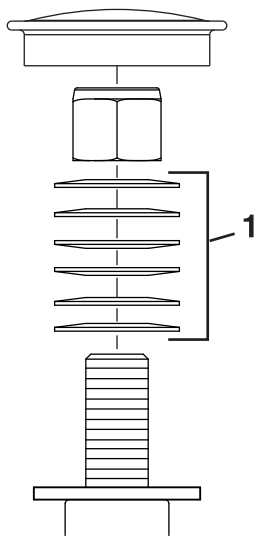

Figure 53
3. Retirez le capuchon protecteur de la roue pivotante et serrez le contre-écrou (Figure 53).
4. Continuez de serrer le contre-écrou jusqu'à ce que les rondelles élastiques soient aplaties, puis desserrez-le d'un quart de tour pour obtenir la précharge correcte des roulements (Figure 53).
5. Remettez le capuchon protecteur en place (Figure 53).
**Important:** Veillez à placer les rondelles élastiques comme montré à la Figure 53.